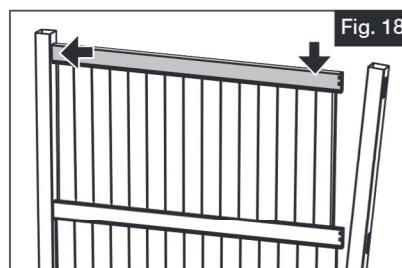

Fig. 18
- Inserte el travesaño superior en el primer agujero superior del orificio ranurado del poste y luego guíelo por encima de los tablones (Fig. 18).